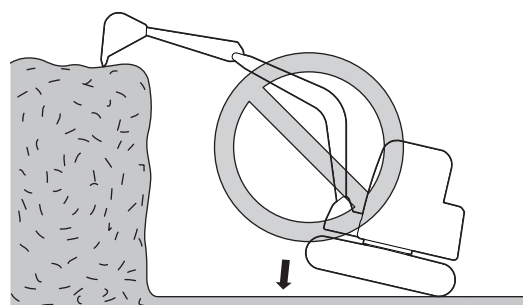

Figura 47
10. No excave con las orugas de la máquina levantadas. De lo contrario, podrían originarse tanto fallos mecánicos como de la estructura. Consulte Figura 47 y Figura 48.